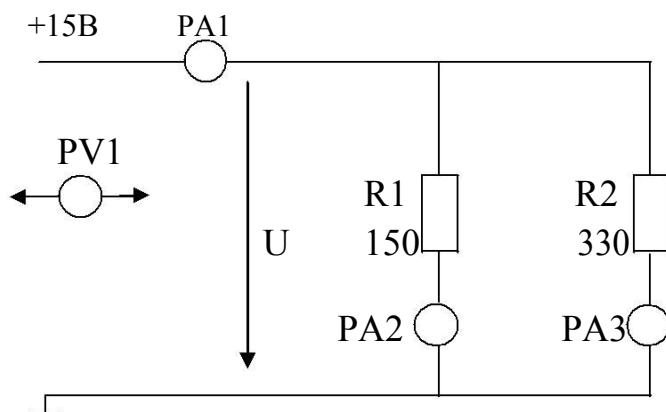

Рис.2
- 2.3. Собрать электрическую цепь с параллельным соединением резисторов (рис.2). В качестве амперметров PA1...PA3 использовать цифровые приборы. В качестве вольтметра использовать стрелочный вольтметр PV1(красная клемма вольтметра соответствует «+», черная «-»). Представить схему для проверки преподавателю.